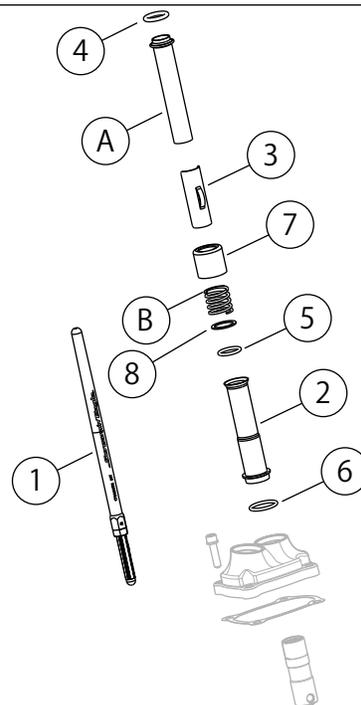

図5。交換用パーツ
「図5」および「表1」を参照してください。
- 「 図3 」および「 図5 」を参照してください。インテークプッシュロッドをプッシュロッドカバーに取り付けます。Oリング、ロアプッシュロッドカバー、スプリングカバーキーパーをキットの新品と交換します。プッシュロッドのアジャスター側を下にしてください。